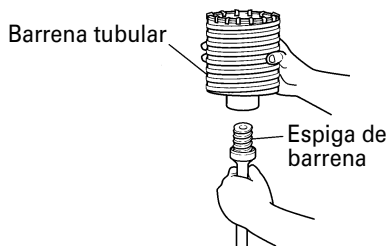

Fig. 12
1. Montar la barrena tubular en su espiga. (Fig. 12)